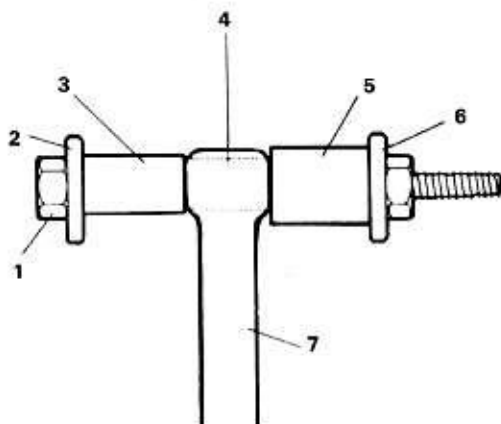

Bild 27 Auswechseln der Pleuelaugenbüchse
- Zum Auswechseln der Büchse geht man so vor, wie Bild 27 zeigt. Die alte Büchse wird mit der neuen Büchse ausgepresst. Nach dem Einpressen muss die neue Büchse auf das richtige Mass ausgerieben werden, und es muss ein Loch für die Ölzufuhr gebohrt werden. Diese Arbeiten können zu geringen Kosten einer Vespa-Vertretung übergeben werden.